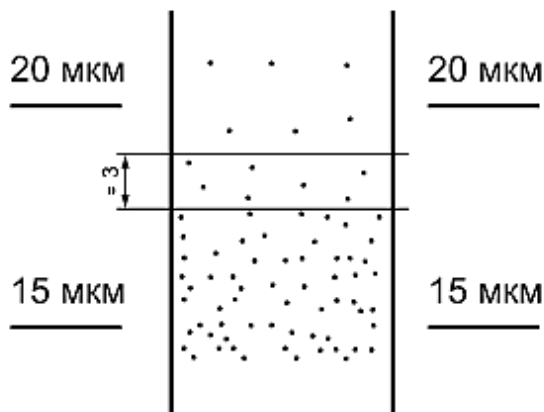

Рисунок 2.1 – Графическое изображение оценки результатов (частицы); результат – 18 мкм
5. Отметить точку, где впервые появились частицы. Определить степень перетира по верхней границе полосы шириной 3 мм в поперечном направлении к пазу, на которой видны от 5 до 10 частиц (рис. 2.1). Отдельные частицы, расположенные вне границы основного количества этих частиц, не учитываются.